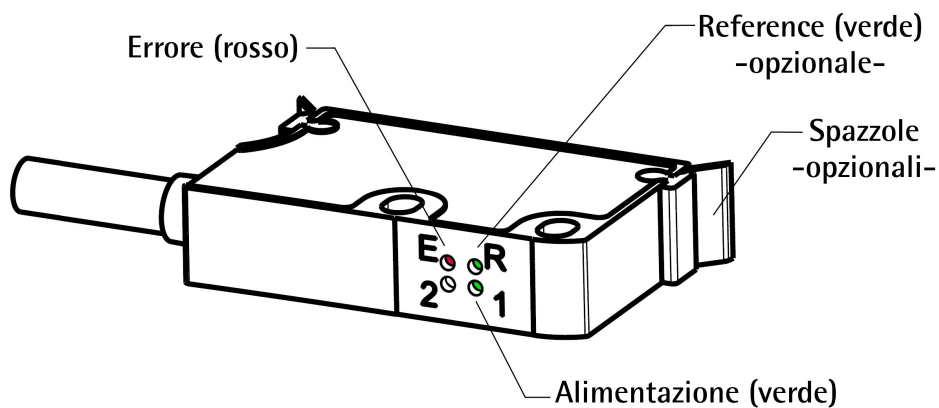

Figura 8 - LED di diagnostica e spazzole opzionali
4.10 LED di diagnostica (Figura 8)
Elenchiamo di seguito le cause tipiche di malfunzionamento riscontrabili durante l'installazione o l'uso del sistema di misura lineare magnetico. Riferirsi anche alla sezione "4.10 LED di diagnostica (Figura 8)" a pagina 25.